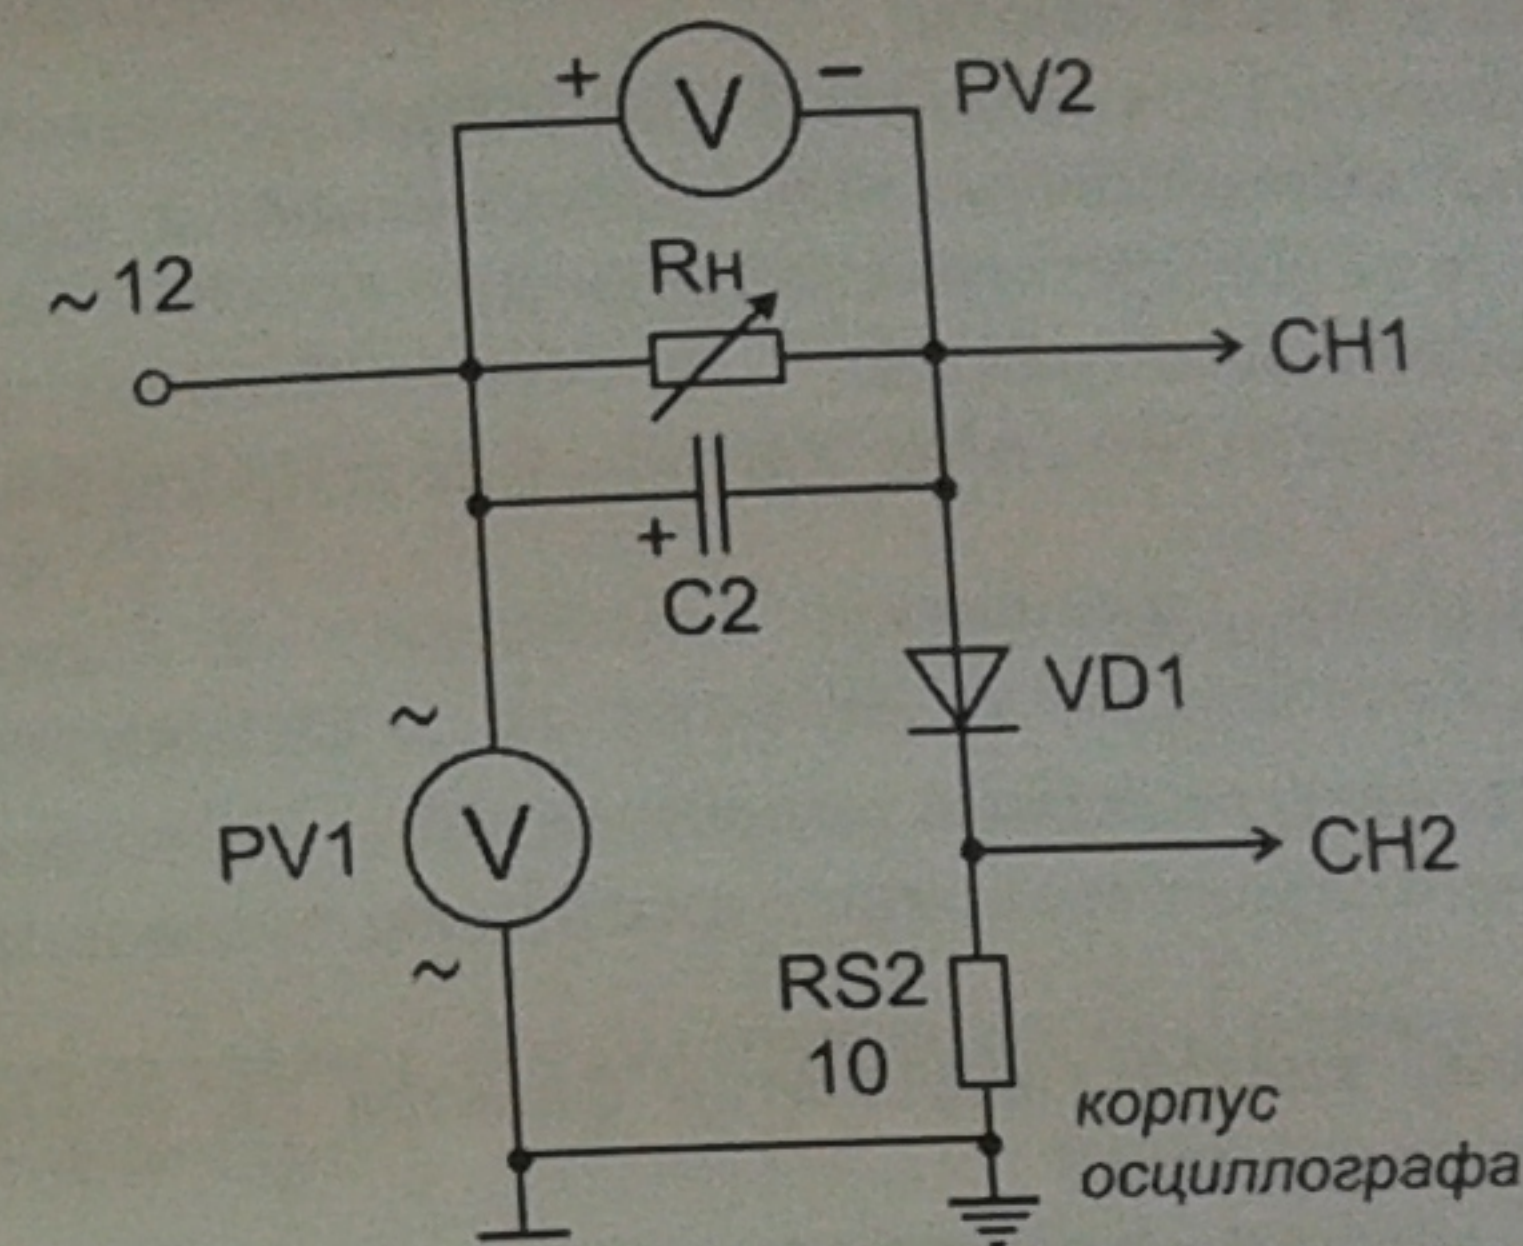

Рис. 2
- включить конденсатор C2 параллельно сопротивлению нагрузки (рис. 2);